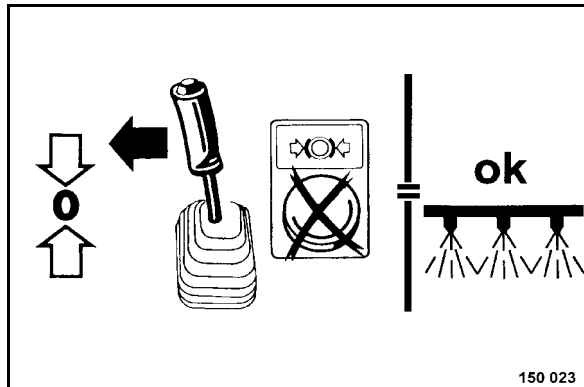

Fig. 82
- Lors de la mise en marche de l'arrosage sous pression, positionner le levier de commande de la marche sur position "0" (Fig. 82).